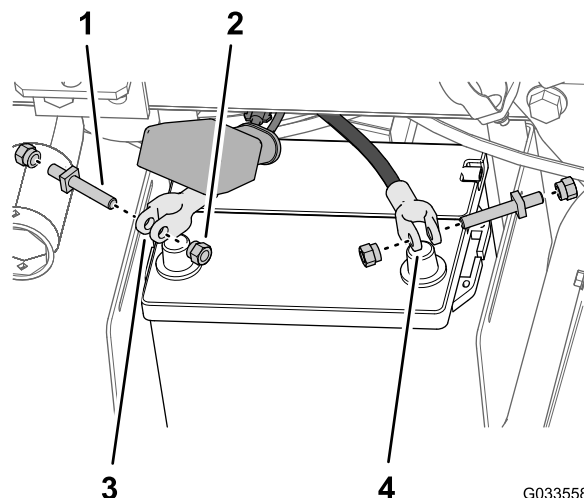

Figura 28
5. Asamblezi cu joc un urub de bornă i o piuliă de strângere la cleva cablurilor pozitiv, respectiv negativ ale bateriei (Figura 28).